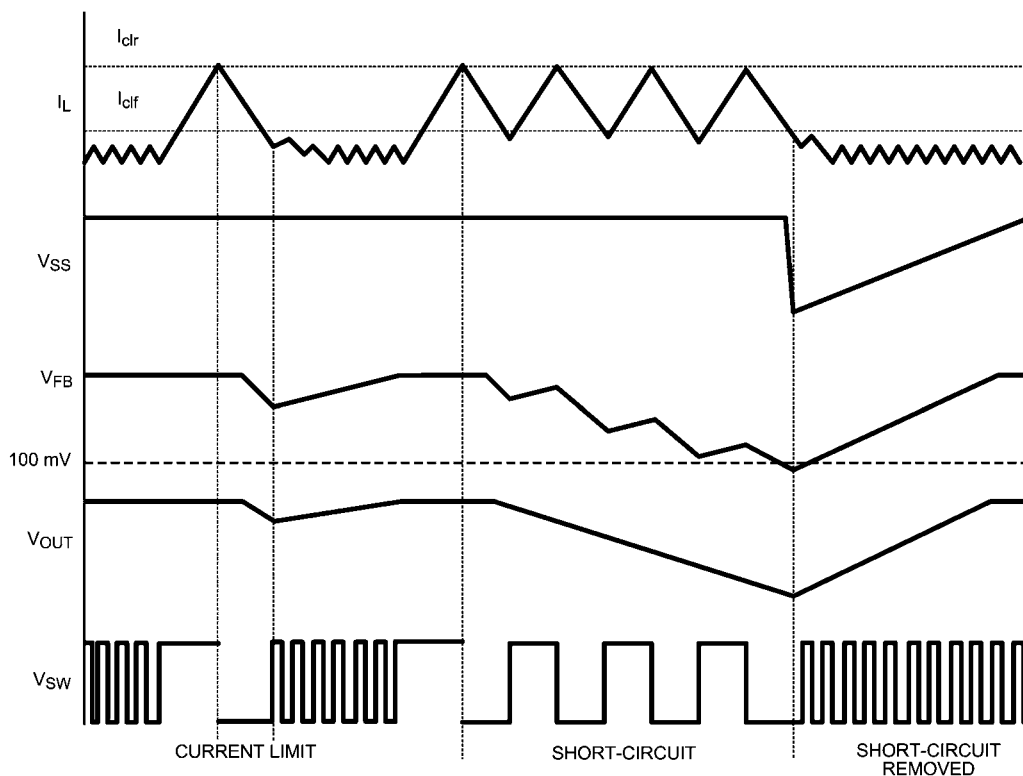

FIGURE 2. Current Limit Conditions
電流制限状態になると、内部のソフトスタート電圧を下方にランプします。内部ソフトスタート電圧がフィードバック (FB) ピン電圧 (公称値 0.6V) より低下すると、FB も下方にランプを開始します。この電圧のフォールドバックにより、デバイスの消費電力が制限され、デバイスの SOA 領域内に入らない状態で、デバイスが負荷に電力を連続的に供給しないよう保護します。電流制限状態が解除されると、内部ソフトスタート電圧が再度ランプアップします。Figure 2 に  $V_{SS}$ 、 $V_{FB}$ 、 $V_{OUT}$ 、 $V_{SW}$  の電流制限動作を示します。